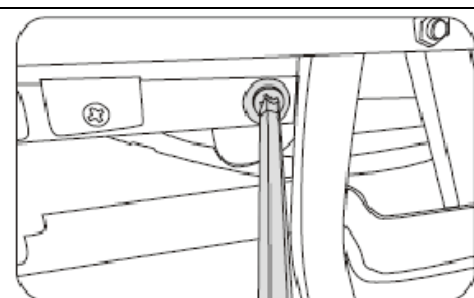

Rys. 7
- Odkręć śruby z przedniej strony podłokietnika (Rys. 7, 8).
- Umieść plastikowy klocek między podłokietnikiem a hakiem podpórki łydek i dokręć śruby (Rys. 7).